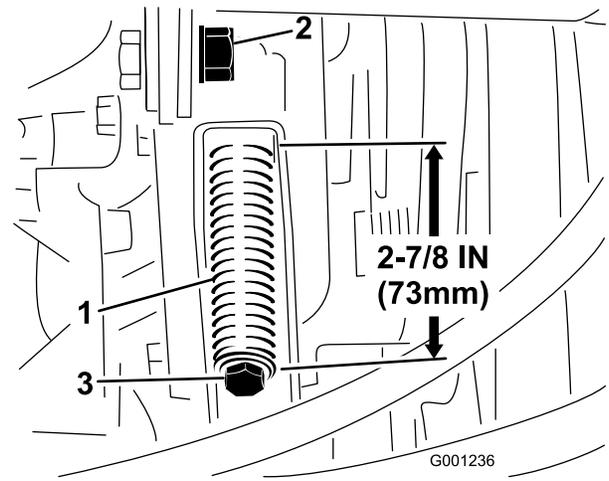

図 65
4. テンションスプリングの調整には 1/2 インチレンチを使う (図 65)。スプリングの長さが 73mm になるように調整する。
3. テンションロッドのジャムナットをゆるめる 図 65。
4. 1/2 インチのレンチを使ってテンションスプリングを完全にゆるめる (図 65)。
6. 新しい PTO ベルトを取り付け、プーリスプリングの長さが 73mm になるように張りを調整する 図 65。
7. ジャムナット (図 65) を締め、フードを閉める。